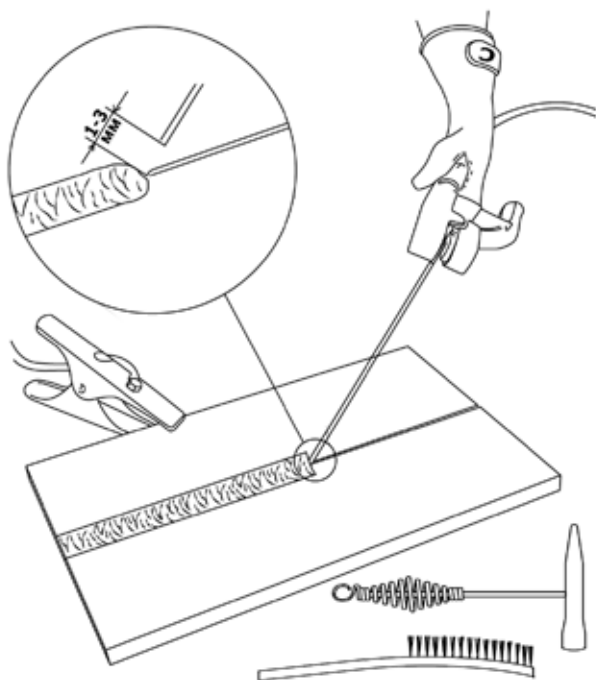

Рис. 11.7. Перед началом работы.
7. Начинайте сварочный процесс (См. рис. 11.7).
Перед началом работы не забудьте проверить следующее (См. рис. 11.7):